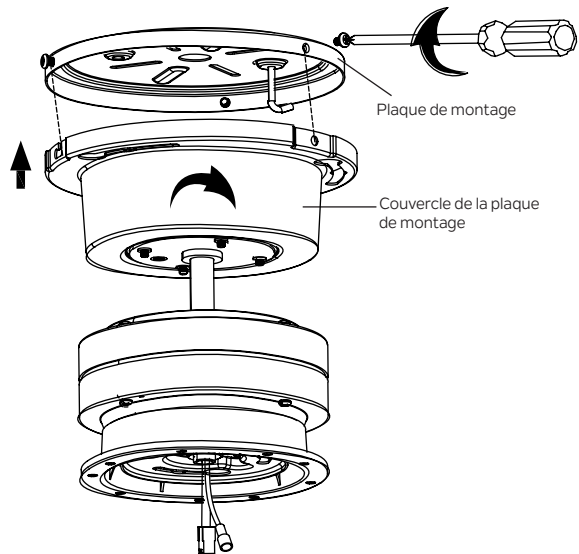

Fig. 11
Étape 2. Dégagez l'ensemble moteur du crochet en J, soulevez l'ensemble moteur jusqu'à la plaque de montage, alignez les trous de fente sur le couvercle de la plaque de montage avec deux vis desserrées sur la plaque de montage. Faites pivoter le couvercle de la plaque de montage jusqu'à ce que deux vis desserrées se verrouillent en place à l'extrémité étroite des trous de serrure. Réinstallez la vis retirée à l'étape 1, serrez fermement les trois vis. (Fig. 11)